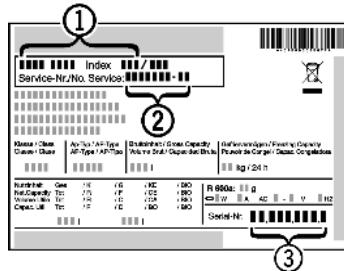

Fig. 43
- Назва пристрою Fig. 43 (1), сервісний номер Fig. 43 (2) та серійний номер Fig. 43 (3) вказані на заводській таблиці. Заводська таблиця знаходитьться всередині пристрію, зліва.